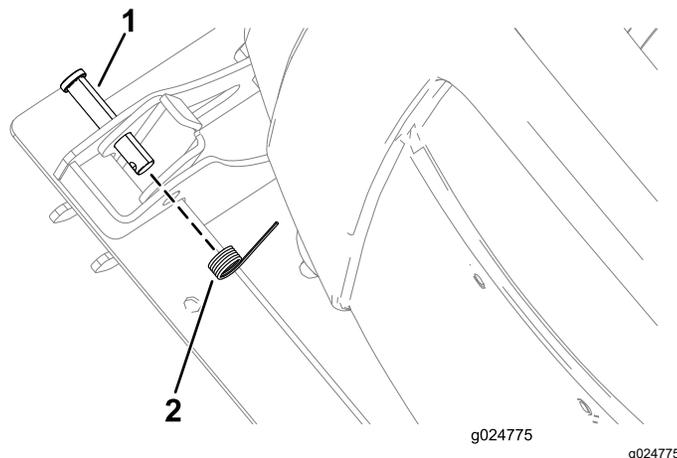

Figura 24
- 7. Montate la molla sul perno con testa (Figura 24).